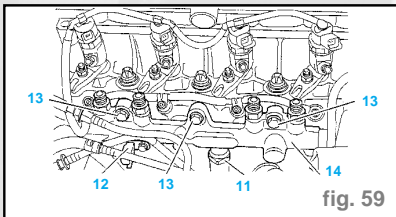

fig. 59
- Déconnecter (fig. 59) :
- le capteur haute pression carburant (11)
- la sonde de température carburant (12)